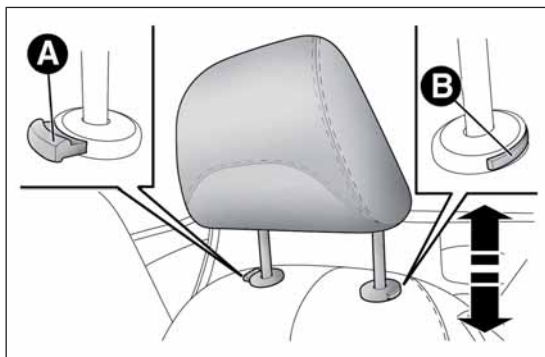

fig. 25
- regolazione verso il basso: premi il tasto A fig. 25 e abbassa l'appoggiatesta.
- premi i tasti A e B fig. 25 quindi rimuovi gli appoggiatesta sfilandoli verso l'alto.